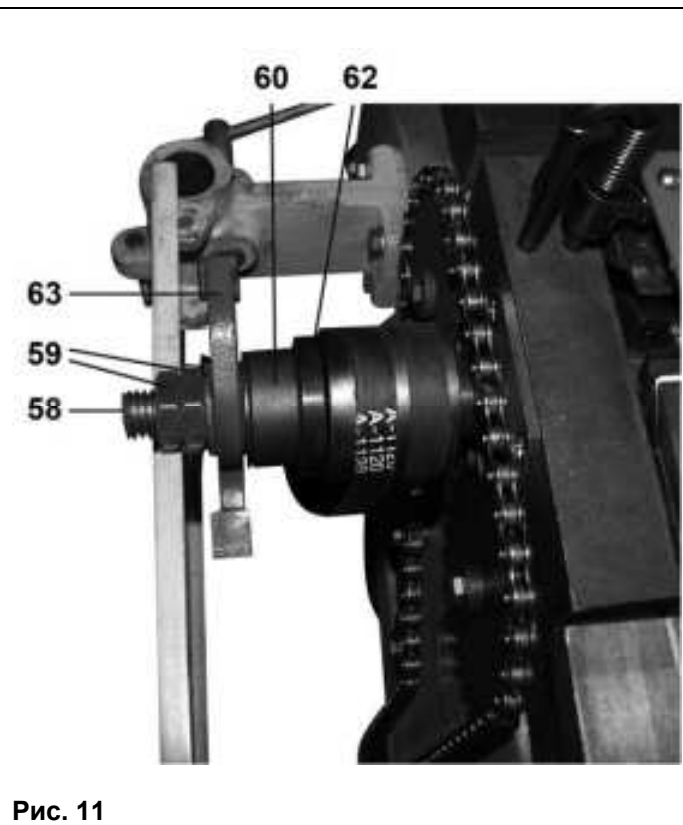

Рис. 11
8.2.7. Для выполнения операции снятия фаски или выборки паза демонтируйте пильный диск (7) и рассекатель (8) с защитным кожухом (9). Установите и закрепите прямую или косую насадную фрезу (63) в порядке, изображённом на Рис. 11.